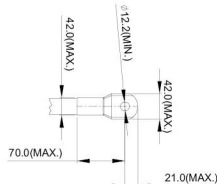

Рисунок 3
6. На рис. 3 и Рис. 4 дана спецификация термоусадочной трубки в соответствие с UL (600C, YDPU2).